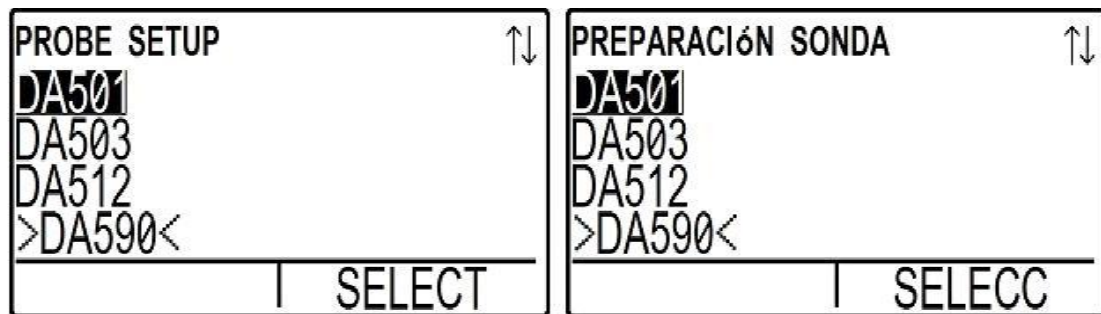

Figura 4: Pantalla de “PREPARACIÓN SONDA” (PROBE SETUP).
- b) Encontrándose ya encendido el instrumento, presione la tecla  para entrar a la pantalla de “PREPARACIÓN SONDA” (PROBE SETUP); entonces la pantalla aparecerá como se muestra en la Figura 4. En esta pantalla Usted puede seleccionar uno de los archivos de “PREPARACIÓN SONDA” (PROBE SETUP), cargados por el fabricante.
- c) Presione la tecla  que se encuentra debajo de la tecla , para mover la barra de selección y resaltar el archivo de “PREPARACIÓN SONDA” (PROBE SETUP) que corresponde al número de modelo del transductor conectado. Por ejemplo, la Figura 4 muestra la posición de la barra de selección en el archivo DA501 y el archivo DA590 seleccionado.